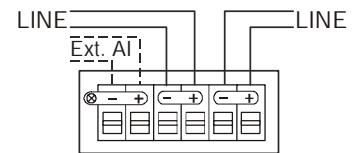

Fig. 3
4. Connect the feed line to the terminals in the switching unit (see Fig. 3) in accordance with the connection diagram.
4. Schließen Sie die Zuleitung gemäß Anschlusschema an die Klemmen im Schaltungseinsatz an (siehe Fig. 3).